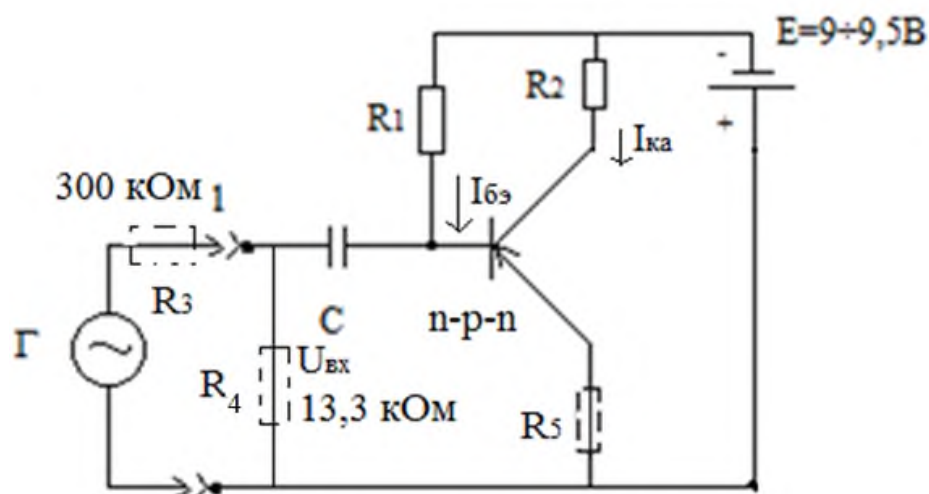

Рис. 4.3. Схема усилителя мощности с заземленным эмиттером, транзистор n-p-n - типа
2.5. Установить резистор R_5 в схему (рис. 4.3), повторить в статическом режиме измерения:
2.7. Собрать схему, как показано на рис. 4.3, но без R_3 .